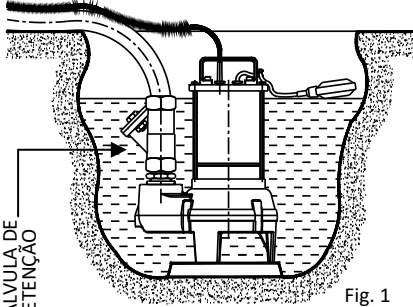

Fig. 1
- Se o fundo do poço ou da superfície de apoio da bomba for irregular e houver a possibilidade de acumulação de seixos, detritos, lama, etc., crie uma base de apoio regular e elevada (Fig. 1).
- A fim de evitar o refluxo do líquido proveniente do colector de descarga, instale uma válvula de retenção depois da remessa da bomba (Fig. 1).